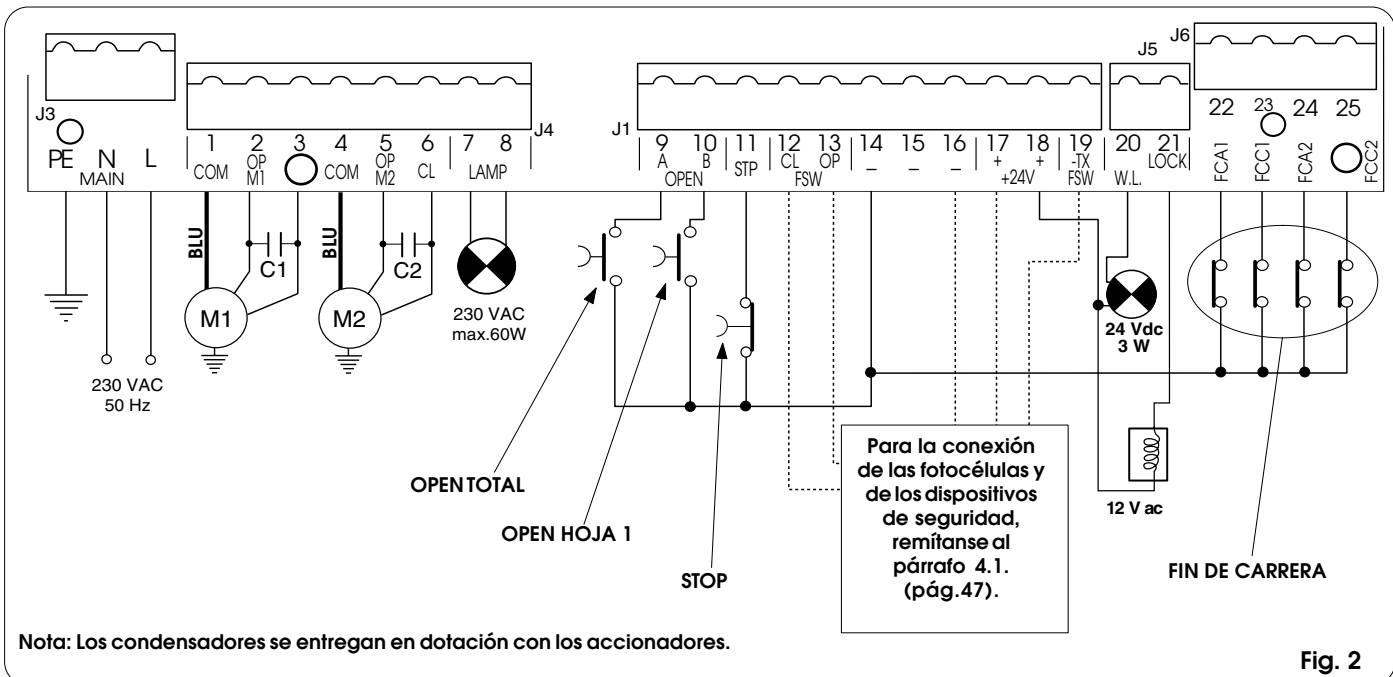

Fig. 2
- Conecten el cable de tierra al específico borne previsto en el conector J3 del equipo (véase fig.2).
4.2. Regleta de bornes J3 - Alimentación (fig. 2)
4.3. Regleta de bornes J4 - Motores y destellador (fig. 2)
4.4. Regleta de bornes J1 - Accesorios (fig. 2)
4.5. Regleta de bornes J5 - Luz testigo y Electrocerradura (fig. 2)
4.7. Regleta de bornes J6 - Fines de carrera y/o Gatecoder (fig. 2)